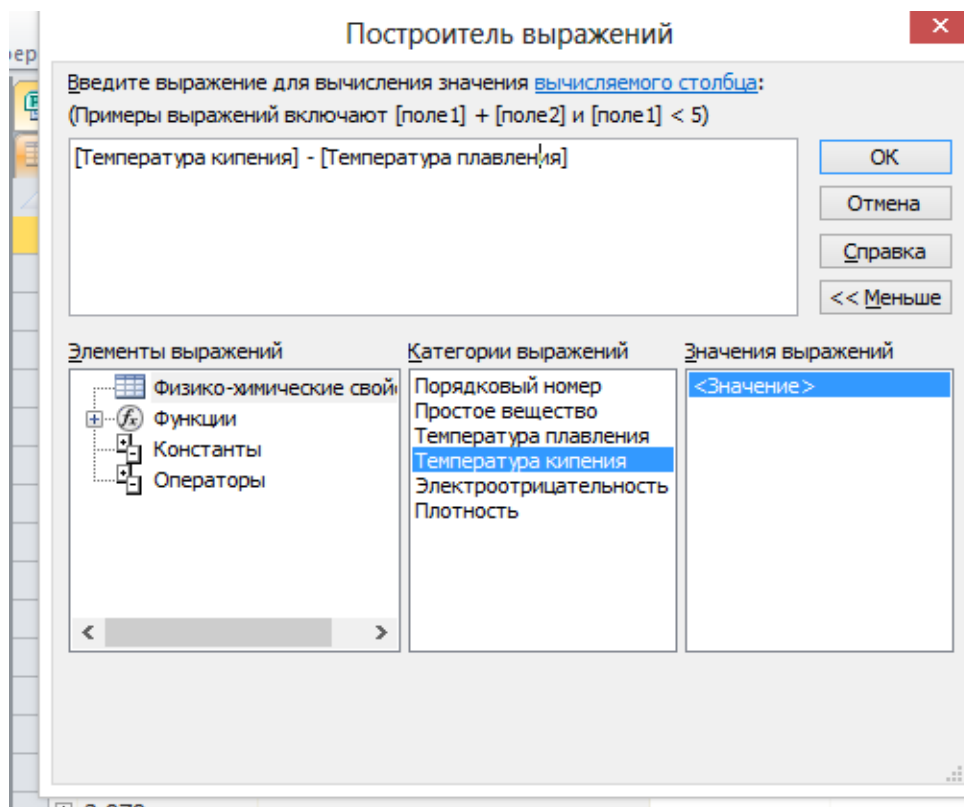

Рисунок 70 - Диалоговое окно *Построитель выражений*
5. Начните вводить формулу расчета, которая требуется для этого поля: **[Температура кипения] - [Температура плавления]** (рисунок 70).